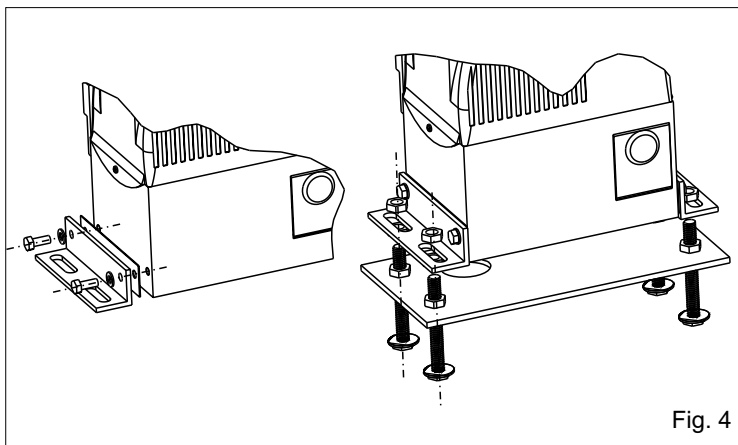

Fig. 4
4.1. Fissare al motoriduttore gli angolari di fissaggio laterali con le viti in dotazione (Fig. 4).
4.2. Fissare il motoriduttore alla piastra di fondazione regolandone la posizione laterale e la sua altezza (Fig. 4 - Fig. 5) per il rispetto delle quote citate in (Fig. 2).